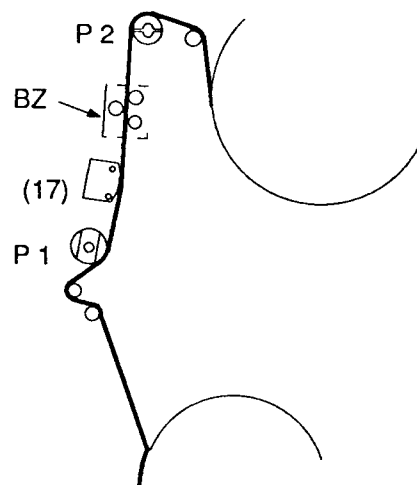

Fig. 17
- Nach ca. 20 Sekunden den Bandzugmesser "BZ" nach Fig. 17 in den Bandlauf einfügen.
- After about 20 seconds fit the Tape Tension Meter "BZ" as shown in Fig. 17.